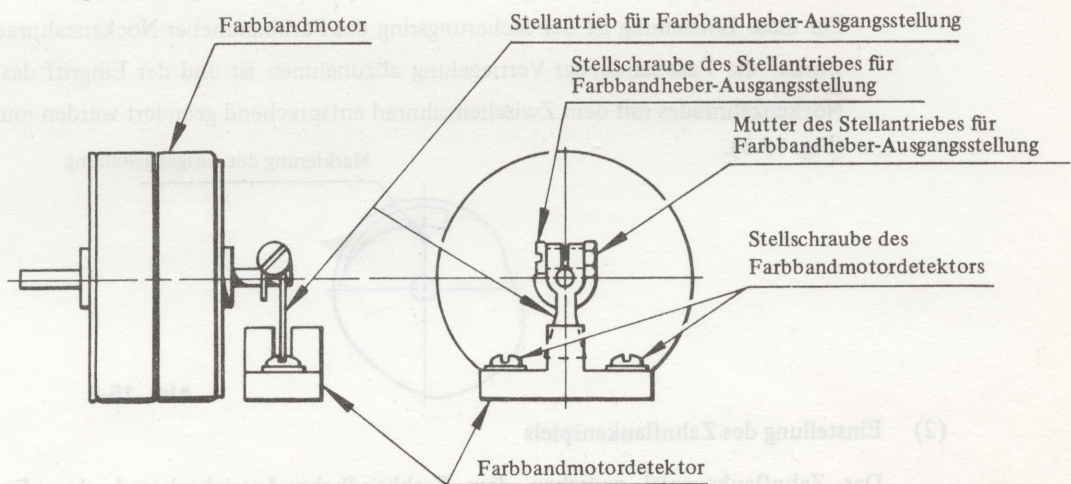

Abb. 15-2
- #### 2. Den MOTOR SELECT Schalter des Prüfgerätes auf Position "RB" stellen und die Schreibmaschine einschalten. Der Farbbandmotor beginnt sich zu drehen und bleibt dann mit der Welle in der Ausgangsstellung stehen. Die Stellschraube und die Mutter des Stellantriebes für die Farbbandheber-Ausgangsstellung lösen und den Stellantrieb verschieben, um die Farbbandheber-Ausgangsstellung auf die Mitte des Schlitzes der Farbbandmotordetektors einzustellen, wenn sich die Motorwelle in der oben beschriebenen Position befindet. Sicherstellen, daß C, D und die Senorlampen von CH60 eingeschaltet sind (Status ⑤). (Abb. 15.2)